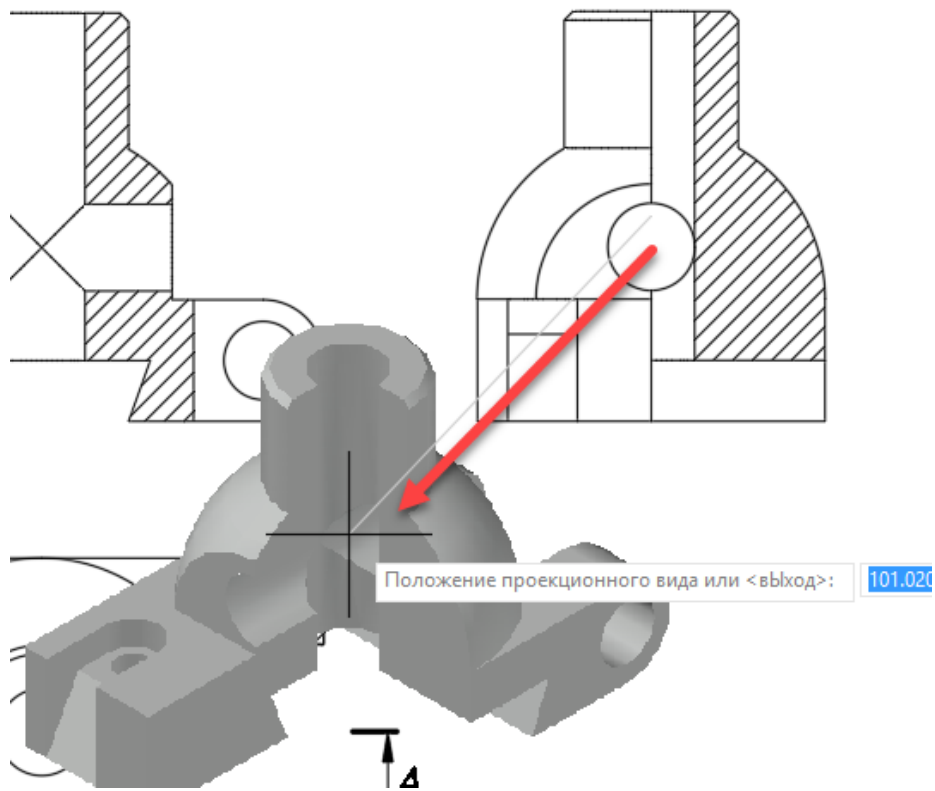

Рис. 4.34. Создание аксонометрической проекции
*Положение проекционного вида:* ведите мышью влево и вниз, добиваясь расположения выреза, обращенного к наблюдателю (рис. 4.34), щелкните левой кнопкой мыши в поле чертежа, зафиксировав положение, затем **Выход**.